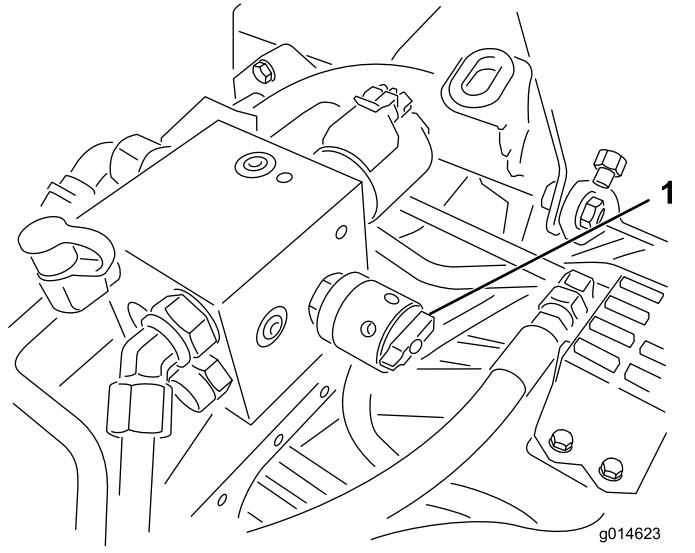

图38
- 要设置滚刀的速度、请旋转旋钮 图38直至指示器箭头与表示所需设置的数字对齐为止。